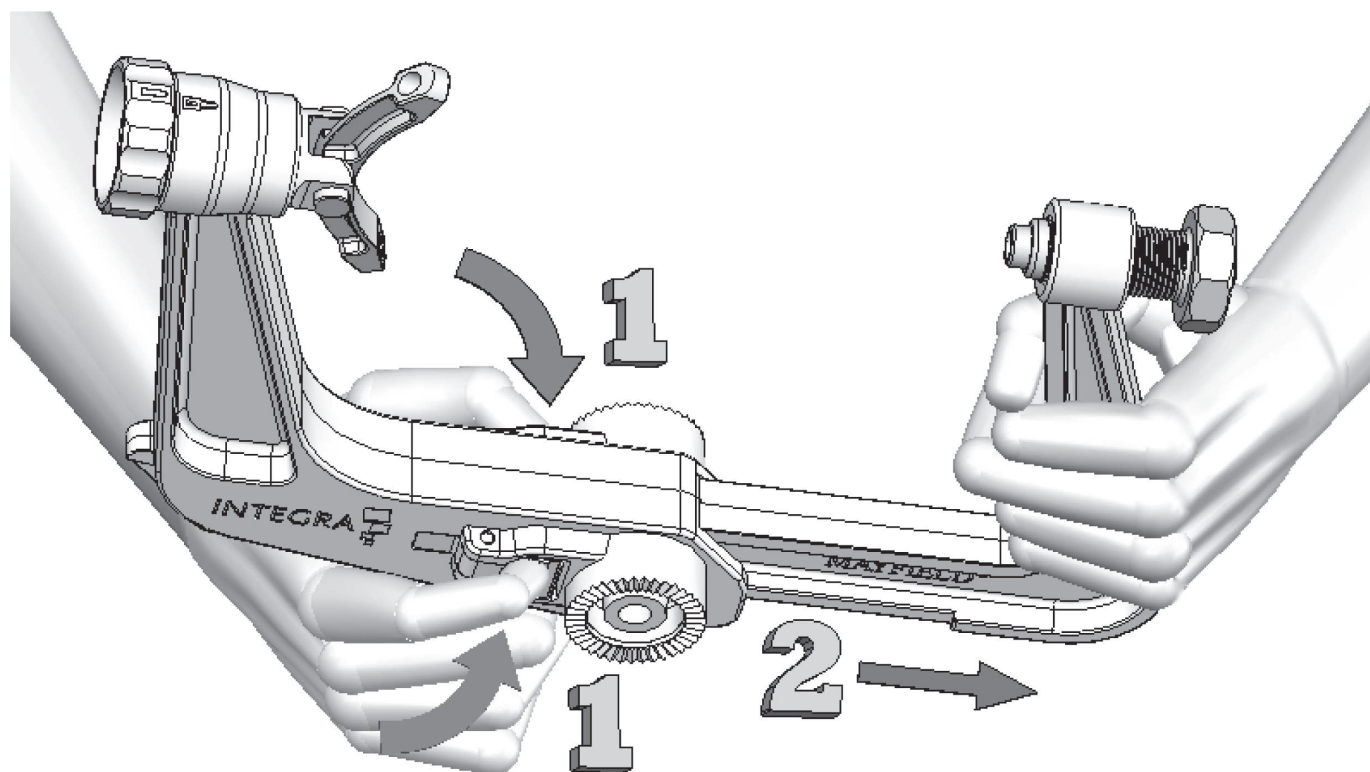

Figure 5 Libération de l'extension à cliquet
3. Enfoncer les deux boutons de libération sur le corps du clameau crânien (voir Figure 5 ci-dessous) pour libérer l'extension à cliquet et séparer les deux moitiés du clameau en les faisant glisser afin de pouvoir placer ce dernier autour de la tête du patient.